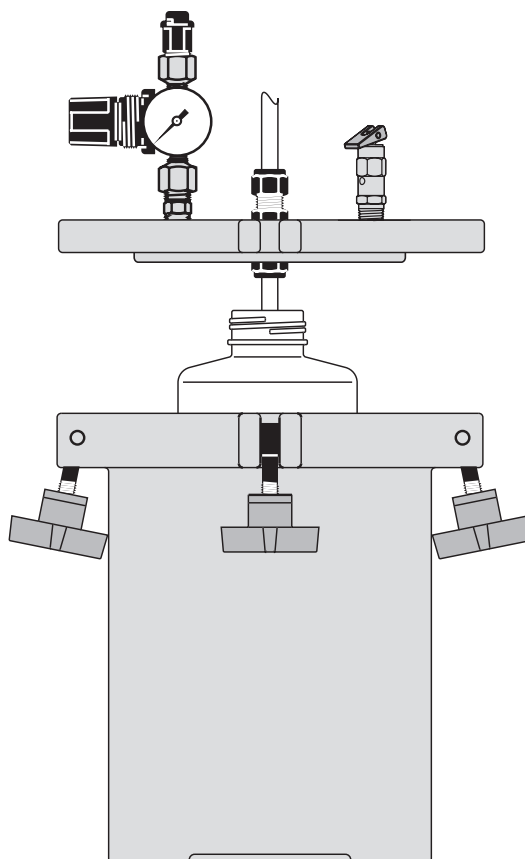

Figure 3
7. Remettre le couvercle. Si un conditionnement d'origine est utilisé, s'assurer que le tuyau traversant le couvercle est bien inséré dans ce conditionnement. (Figure 3).